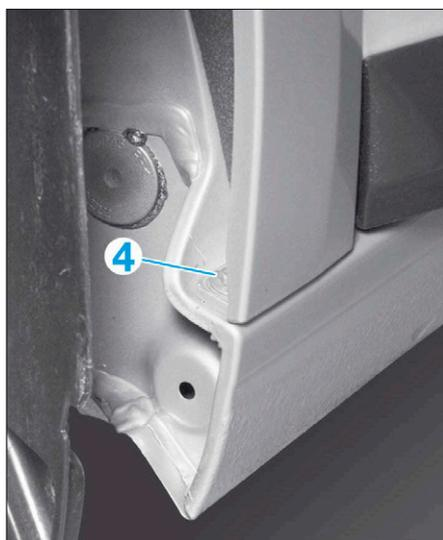

FIG. 14
- Dégager partiellement le pare-boue, puis déposer la vis de fixation (4) (Fig.14).